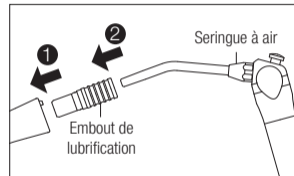

Fig. 8
- 3) Insérez l'embout de lubrification à l'arrière de l'instrument jusqu'à ce qu'il soit verrouillé et correctement mis en place jusqu'au clic sonore (Fig. 8 ①).
- 4) Insérez une seringue à air dans l'embout de lubrification. Puis soufflez de l'air pendant 30 secondes ou plus pour purger l'excès d'huile à l'intérieur de l'instrument (Fig. 8 ②).